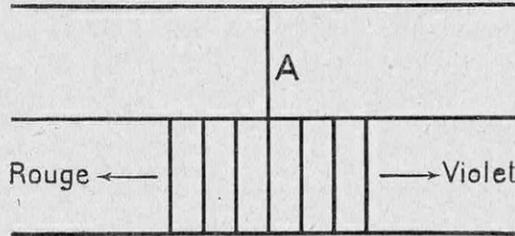

FIG. 4. — EFFET RAMAN
On doit indiquer les travaux de Mandelstam et Landsberg sur l'effet Raman (1). Cet effet a été trouvé par Mandelstam et Landsberg, indépendamment de Raman, qui, d'ailleurs, a publié son travail avant les savants russes. L'effet consiste en ce qu'une lumière monochromatique (donnant dans le spectre une raie unique *A*, fig. 4), après le passage à travers une plaque de quartz, montre un spectre assez compliqué, ayant les raies secondaires déplacées non seulement
(1) Voir *La Science et la Vie*, n° 144, page 453.